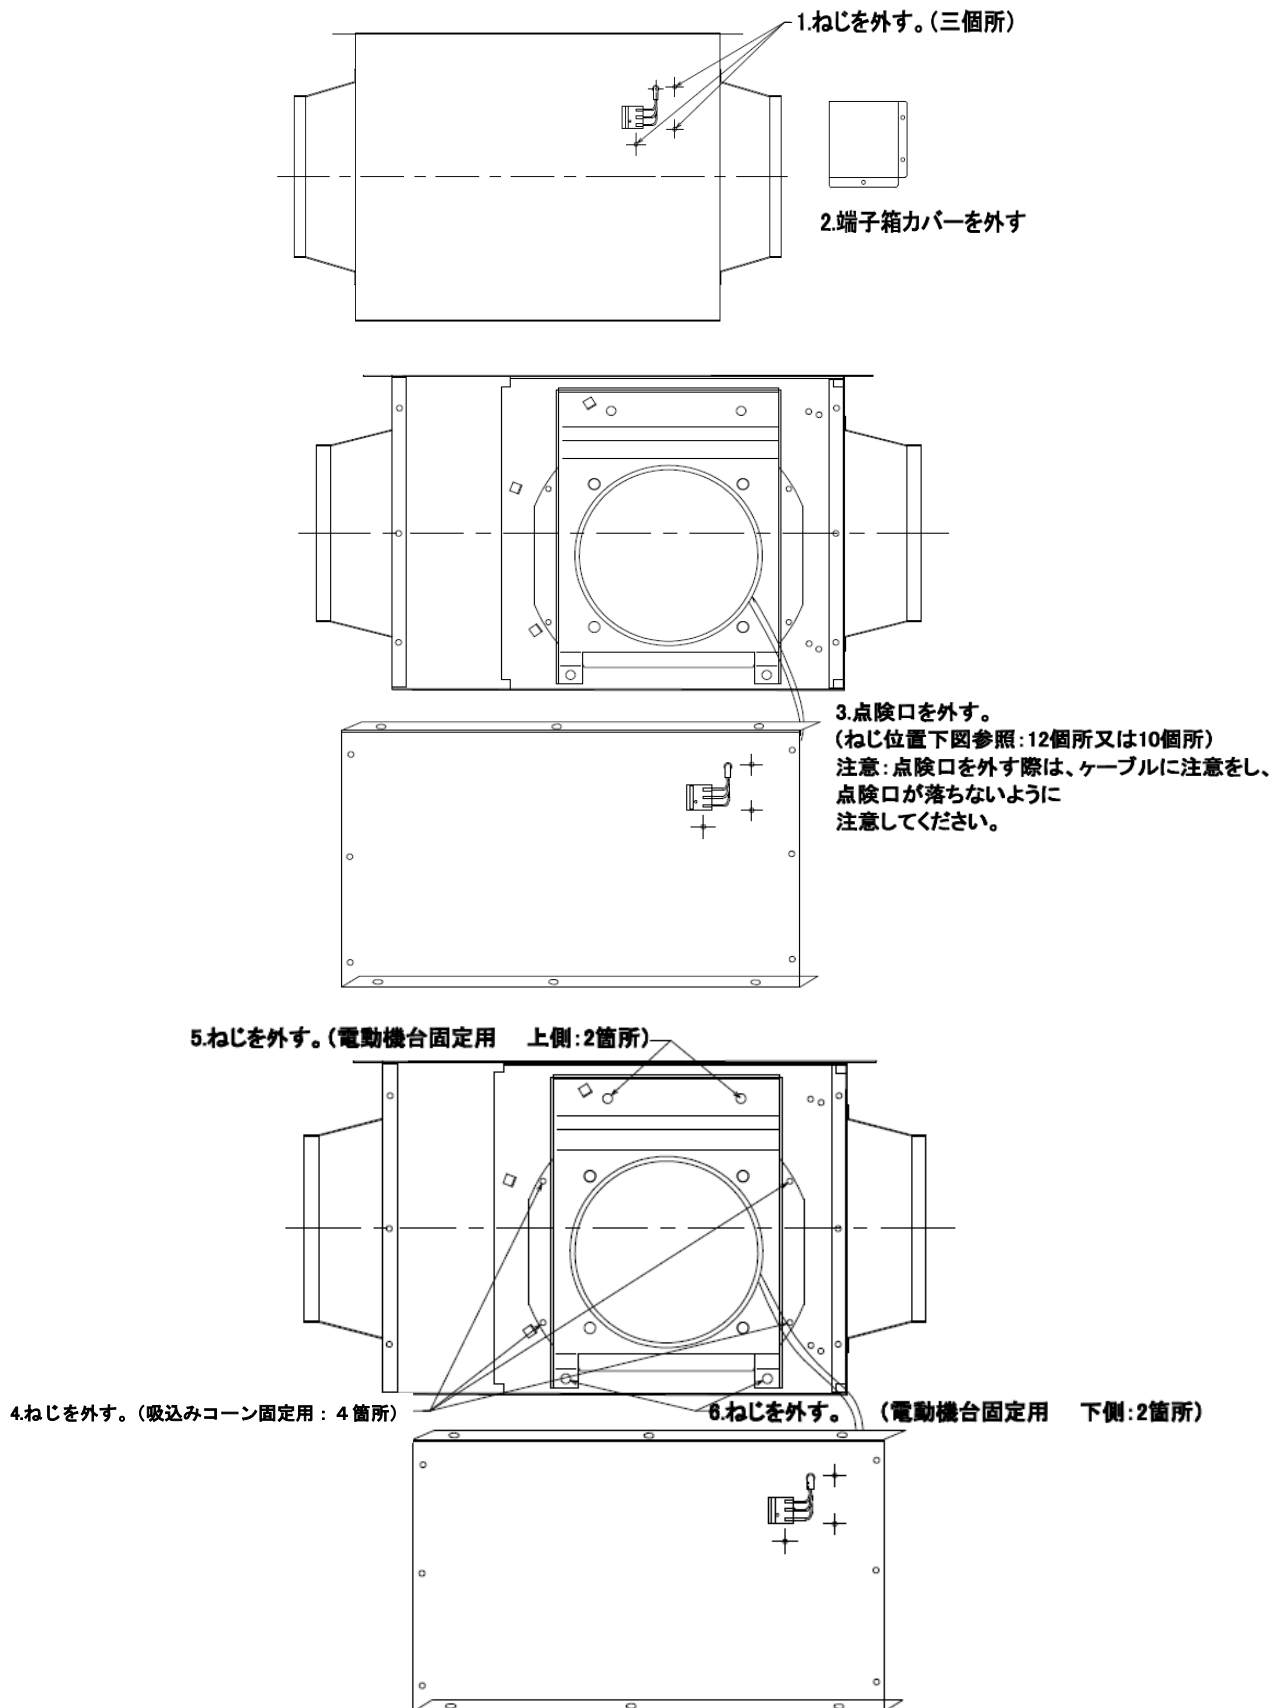

図9 ファン点検口開放方法 及び 内部ファン点検方法
この時、確実に電源が切れていることを確認してから作業をしてください。…図9 参照
- (4) 点検口を外してください。…図9 参照
を外す際は、内蔵ファンが急に動きますので注意してください。…図9 参照 (また、モータは重いので取り外しの際は羽根車などを傷つけないように注意してください。)